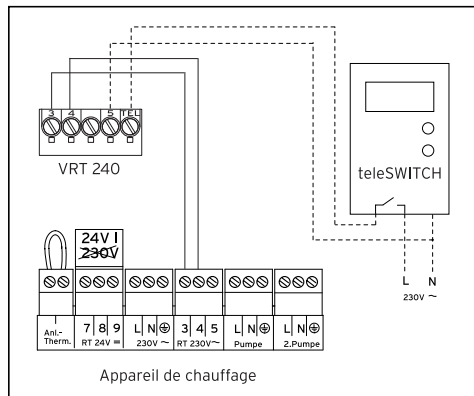

Fig. 10.1 Raccordement électrique
- Branchez le teleSWITCH de la manière indiquée sur la fig. 10.1. Observez également les indications contenues dans la notice du teleSWITCH.